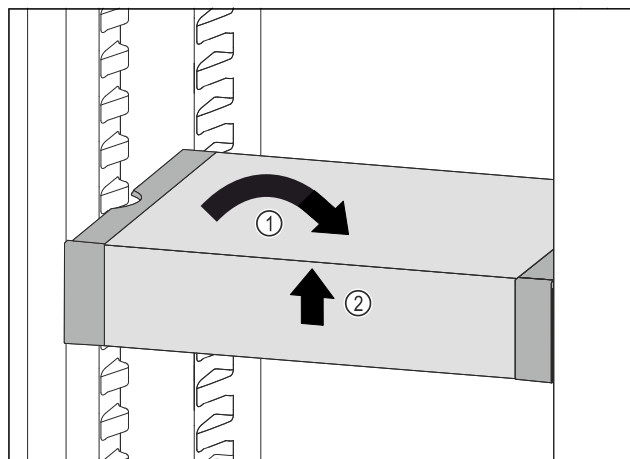

Fig. 177
- Poziționați drept VarioSafe. Fig. 177 (1)
- Ridicați în față VarioSafe. Fig. 177 (2)